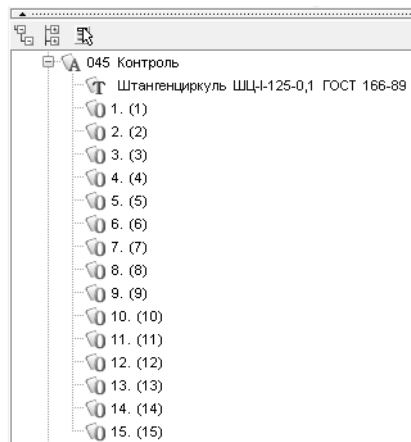

Рис. 6.15.
25. На вкладке **Эскиз** нажмите кнопку **Импортировать маркеры**. В открывшемся диалоге **Импорт** выберите опцию **Маркеры**. В тексте операции появились переходы, соответствующие номерам контролируемых размеров (рис. 6.15).